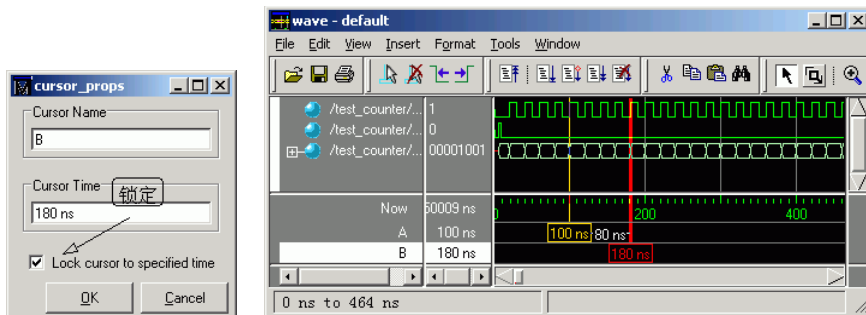

图3-42 光标锁定对话框以及锁定后的光标
- (5) 选择信号【count】，单击工具栏中的 按钮，光标将移动到【count】信号的下一个翻转处，同样如果单击工具栏中的 按钮，光标将移动到【count】信号的前一个翻转处。
- (6) 单击工具栏中的 按钮可以在添加第二个光标的同时修改光标名称为【B】，选中光标【B】并移动可以动态测量与光标【A】之间的距离。
- (7) 为了测量方便，可以将光标【B】锁定在 180ns 处。选中光标【B】，选择【Edit】 / 【Edit Cursor】命令，弹出如图 3-42 (a) 所示的对话框，选择【Lock cursor to specified time】项前的选择框对光标锁定，锁定后的光标变成红色，如图 3.42 (b) 所示。